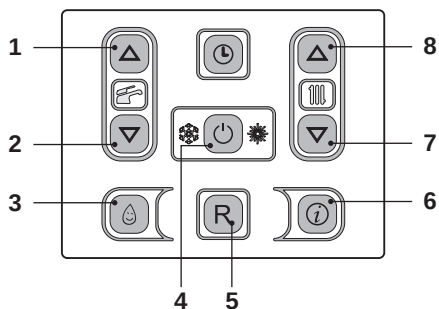
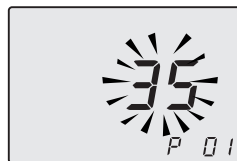

Figura 5.19
Figura 5.20
- Entrare in "modalità programmazione" premendo contemporaneamente per 10 secondi i tasti 4 - 7 - 8 (Figura 5.19) fino a far apparire sul display LCD le lettere P01 che si alternano con il valore del parametro (61=T260A.2025SM/T o 62=T260A.3035SM/T), indicanti l'entrata nel "parametro 01" (Figura 5.20).